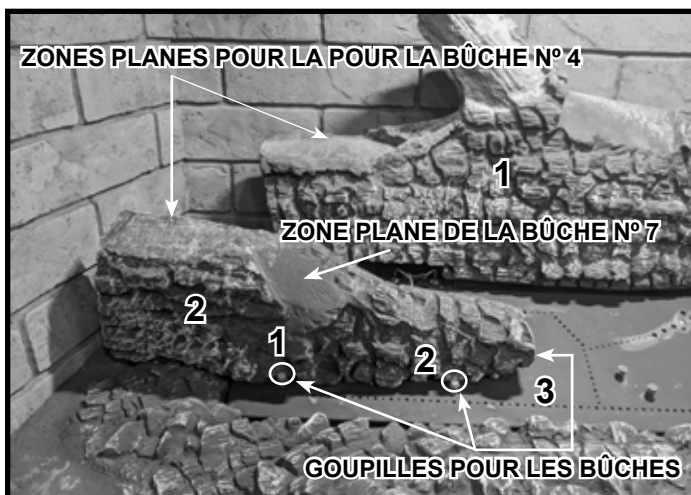
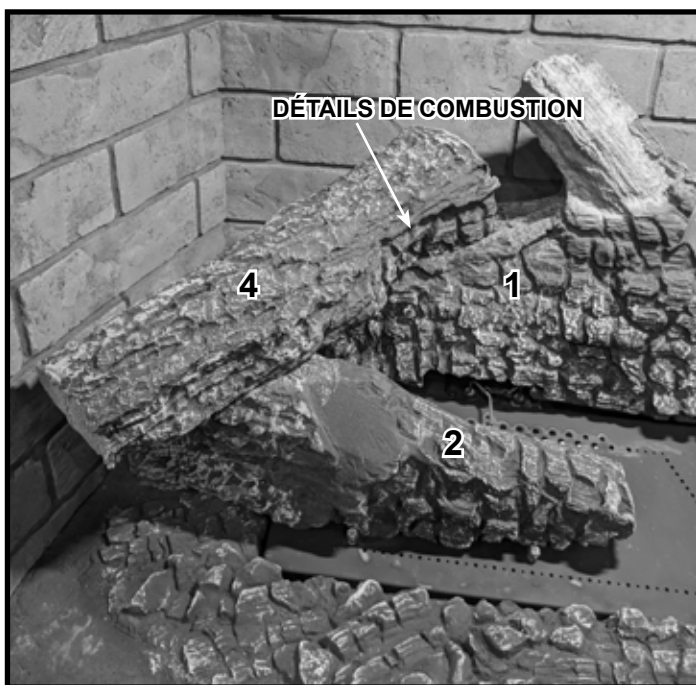

Figure 6 Position de la bûche n° 2
Figure 8 Placez la bûche n° 4
**Bûche n° 2** : Placez la bûche n° 2 en utilisant les trois goupilles de bûche comme indiqué à la figure 6.
**Bûche n° 4** : Placez la bûche n° 4 avec l'extrémité qui présente des détails de combustion sur la zone plane située sur la bûche n° 1. Placez l'autre extrémité sur la zone plane de la bûche n° 2, comme indiqué à la figure 8. À titre de référence, les zones planes sont indiquées dans la figure 6.